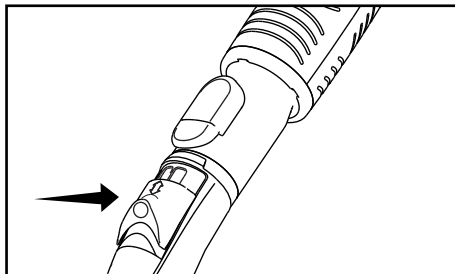

Fig. 2
- En la manija curva, ubique la válvula de alivio de succión y deslicela hacia atrás (Fig. 2). Esto reduce la potencia de succión que proviene a través de la herramienta. Deslice la válvula hacia adelante cuando haya terminado para restaurar la potencia de succión total.